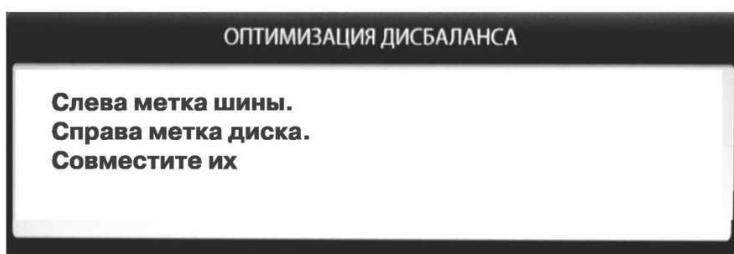

рис.15.3
15.3. После выполнения п.5 в окне рис.15.2 на экране монитора появится окно (рис 15.3), а на индикаторах 1 отобразится величина статического дисбаланса колеса, а на индикаторах 4 - величина дисбаланса колеса, которую можно получить после завершения программы Opt. Поставьте метки нашине и диске согласно указаниям в окне рис.15.3.